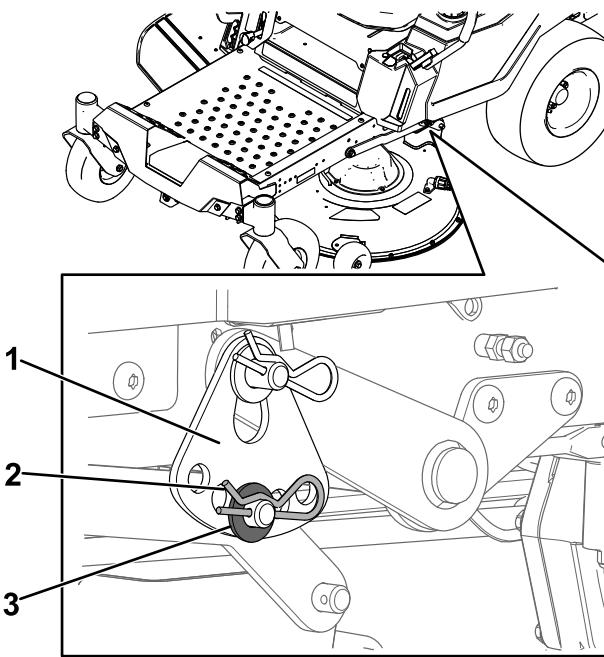

Figura 73
6. Rimuovete la coppiglia e la rondella dal perno del braccio di sollevamento inferiore (Figura 73).